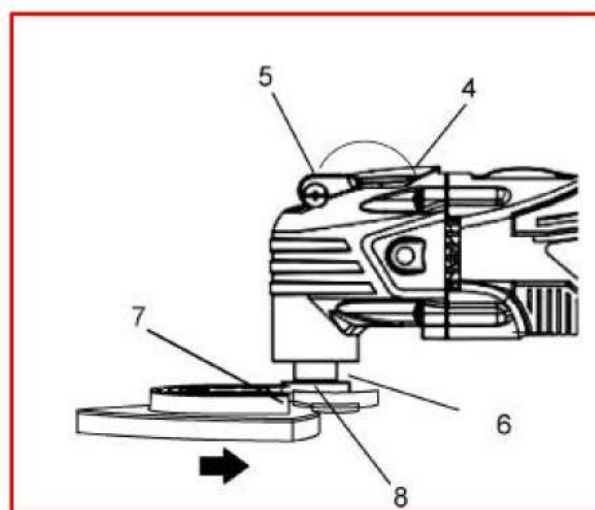

Рис. 1
- Поднимите зажимной рычаг вверх и в направлении передней части инструмента до упора (рис.1).
- Вставьте насадку (7) в открытый шпиндель для крепления насадок.
- Переместите зажимной рычаг в исходное положение (4), чтобы закрепить насадку на креплении для насадок.